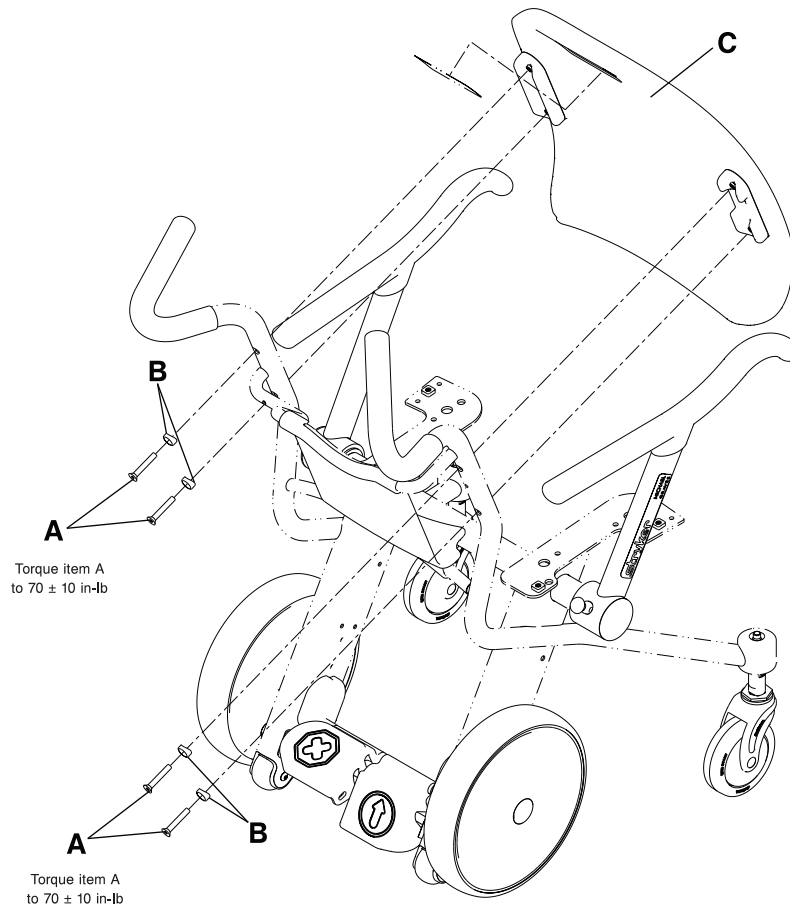

图14-20: 卸下座椅靠背
2. 要从座椅框架上卸下座椅靠背 ( C )，使用一个3/16"六角扳手取下四个平头螺钉(A) 和接头 ( B )。保留螺钉、接头、和座椅靠背(图14-20 第14-36页)。
3. 重新安装座椅靠背时，使用一个3/16"六角扳手，重新安装四个平头螺钉(A)和环套接头(B)(在第2步中取下)，以便将固定座椅靠背(C)固定到座椅框架上(图14-20 第14-36页)。使用一个3/8"传动扭矩扳手，将螺钉拧紧到 $70 \pm 10$  in-lb ( $8 \pm 1,1$  Nm)。